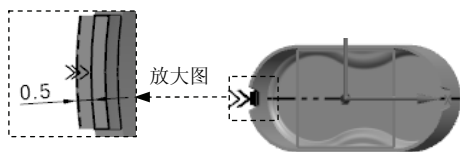
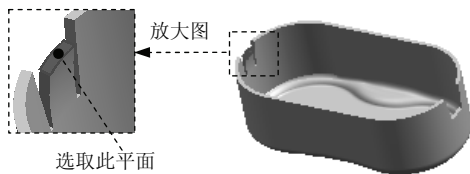

图 8.2.17 草图 3
图 8.2.18 定义草图平面
Step12. 创建图 8.2.17 所示的草图 3。选取下拉菜单**插入(S)** → **在任务环境中绘制草图(U)...**命令，选取图 8.2.18 所示的平面为草图平面，绘制图 8.2.17 所示的草图 3。